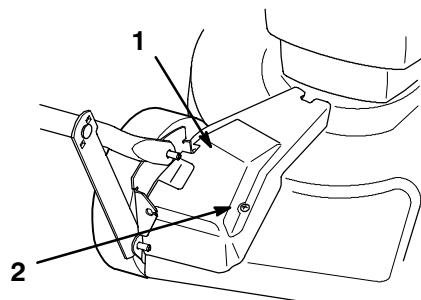

Figure 75
1. Le moteur étant arrêté, enlevez le boulon de fixation du carter de courroie (Fig. 75) sur le carter de tondeuse.